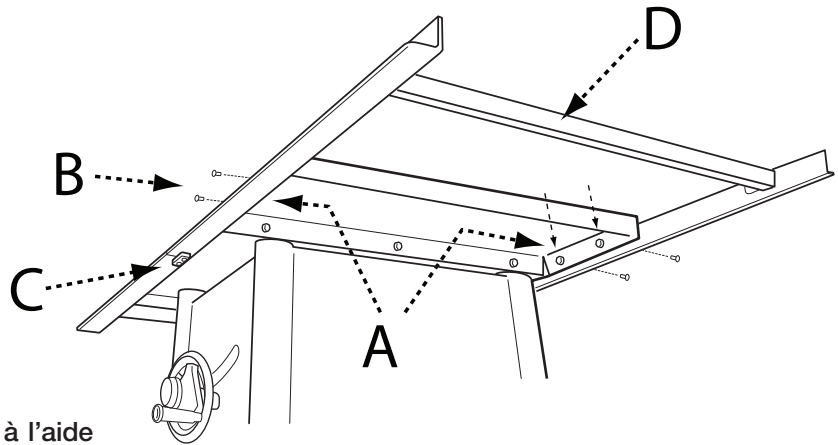
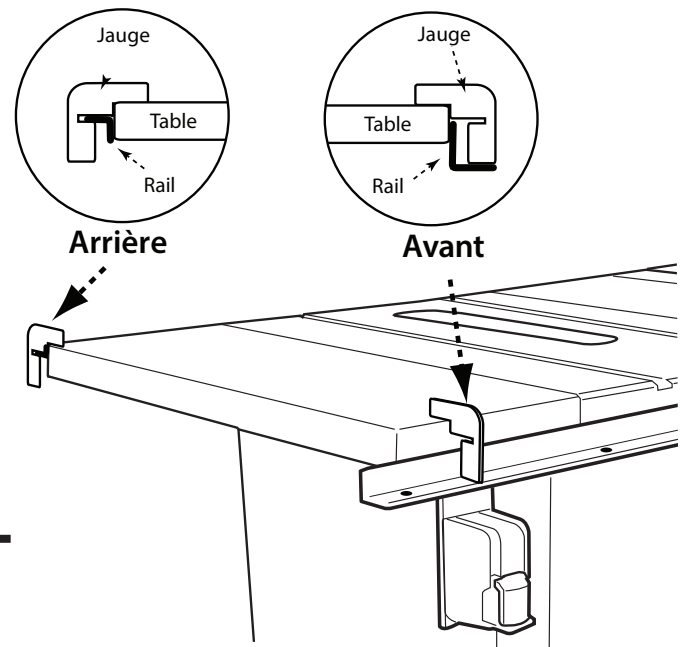

FIGURE 5
FIGURE 6
1. Fixez les moitiés de rail avant (angles de 2 po x 2 po (50,8 mm x 50,8 mm) 3/4 po (933,44 mm) et 20 po (508 mm) de longueur) à l'avant de la table et aux rallonges. Alignez les trous (A) à l'avant du dessus de la table avec les trous (B) dans les sections gauche (courte) et droite (longue) du rail avant, comme le montre la Figure 5, et fixez à l'aide de quatre vis à tête plate de 5/16-18 x 1 1/8 pouces (465,13 mm x 28,57 mm), Rondelles de blocage de 5/16 et de quatre écrous hexagonaux à embase de 5/16-18 (465,13 mm).
2. Fixez la plaque de rattachement du rail (C) à l'aide de deux boulons à épaulement M5 x 16 et de deux écrous de blocage M5 dans les deux trous où les sections de rail se rencontrent.
3. Utilisez la jauge d'alignement de rail fournie pour vous assurer que les rails sont à la distance correcte du dessus de la table. Voir Figure 6. Les rails avant ont des trous sur les deux surfaces du rail pour la fixation à la fois à la table et au guide de butée.
5. Fixez la barre d'écartement (D) à l'extrémité extérieure des rails avant et arrière à l'aide de boulons à épaulement M8 x 16 et d'écrous de blocage M8. Voir Figure 5.